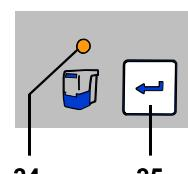

Fig. 8
- ⇒ Apăsați tasta Enter (25) (se resetează contorul care determină perioada de timp).
- ◆ Se stinge indicatorul pentru sertarul de praf (24).
*Dacă sertarul de praf nu este golit, indicatorul pentru sertarul de praf va rămâne aprins (24, Fig. 8).*